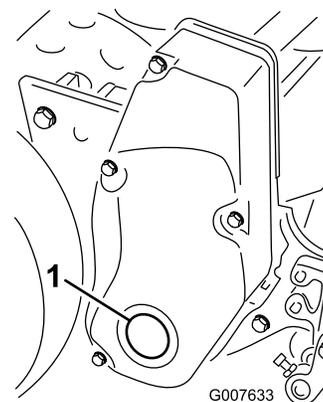

Рисунок 68
1. Снимите пробку с крышки правого привода барабана (Рисунок 68).